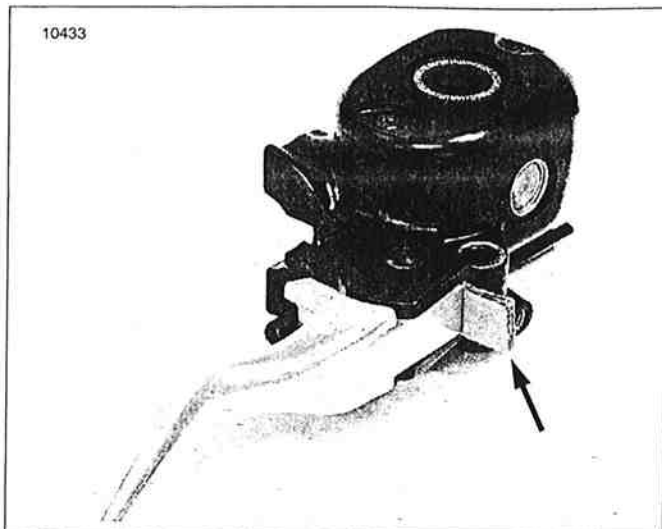

Figura 2-80. Instalación del inserto de cartón de 4 mm (5/32 pulg.) antes de instalar el conjunto de la bomba de frenos
8. Instale el anillo de retención **nuevo** (17) en la ranura del pasador de pivote. Compruebe que el anillo de retención esté completamente asentado en la ranura.
9. Quite el montaje de la bomba de frenos de la prensa de banco. Instale la cubierta (2), placa del diafragma (3) y diafragma (4) en el depósito de la bomba de frenos. Instale dos tornillos (1) para sujetar la cubierta al depósito, pero no los apriete en este momento.
10. Vea la Figura 2-80. Oprima la palanca del freno delantero y coloque un inserto de cartón de 4 mm (5/32 pulg.) de espesor entre la palanca del freno y la pieza de soporte de la palanca. Libere la palanca del freno.
Vea la Figura 2-80. No instale el conjunto de la bomba de frenos sin primero colocar el inserto de cartón de 4 mm (5/32 pulg.) (u ojal de la correa de cables) entre la palanca del freno y la pieza de soporte de la palanca. Si se instala sin el inserto, puede dañarse la funda de caucho y el émbolo del interruptor de la luz de parada delantera.